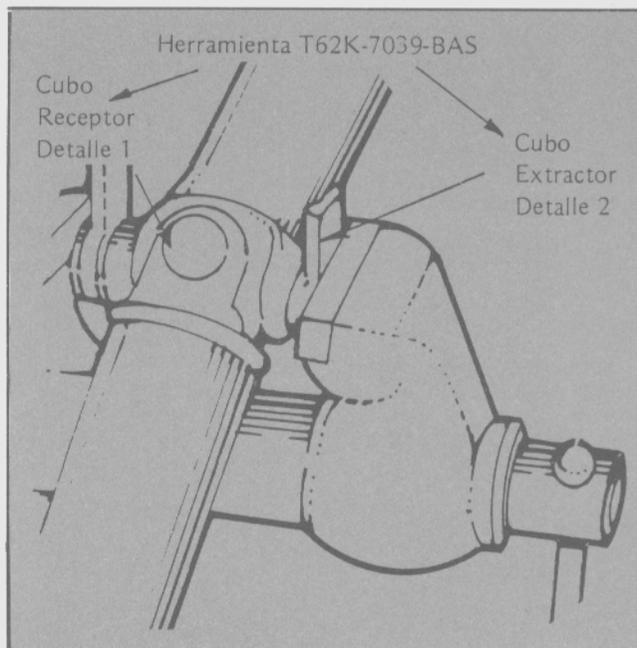

Fig. 19 - Extracción de los cojinetes de la junta universal.
- Utilizando la herramienta N°T62K-7039-BAS, detalle 1 y 2 extraer los cojinetes de la junta universal (Fig. 19).